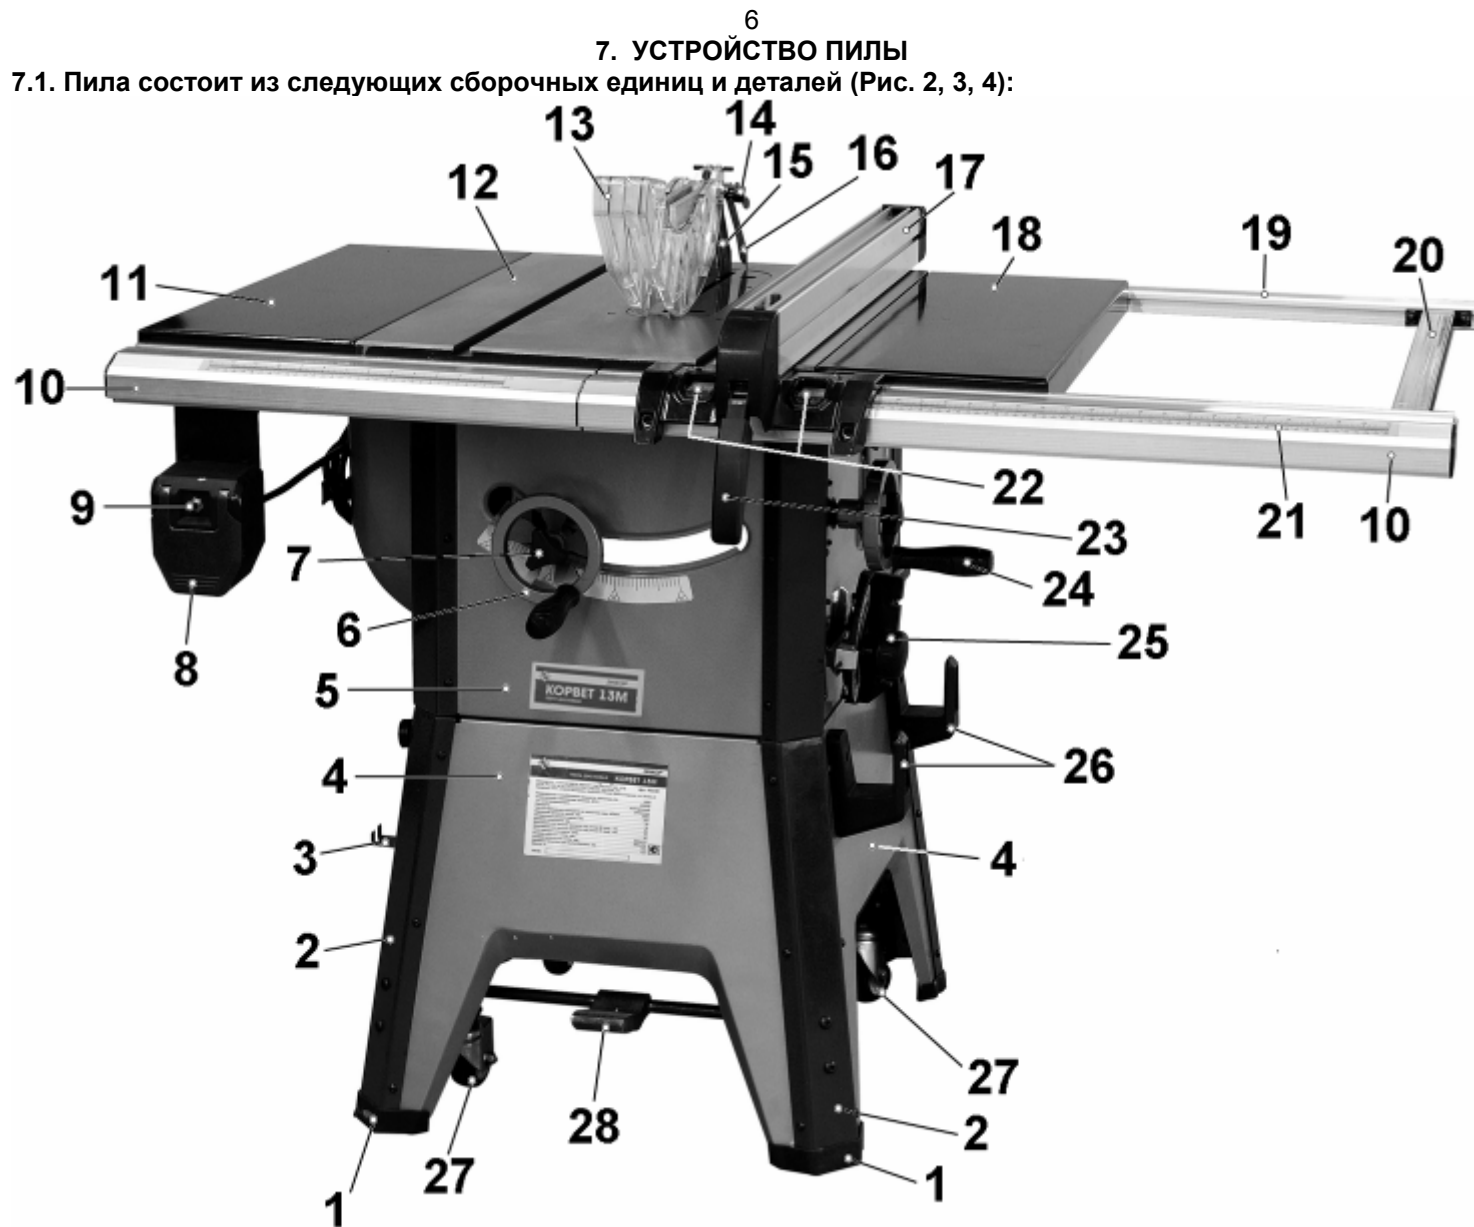

Рис. 2
7.1. Пила состоит из следующих сборочных единиц и деталей (Рис. 2, 3, 4):
## 11.2. Пиление (Рис. 2)
### 11.1. Подготовка к работе (Рис. 2, 3)
### 8.1. Сборка основания пилы (Рис. 2 - 5)